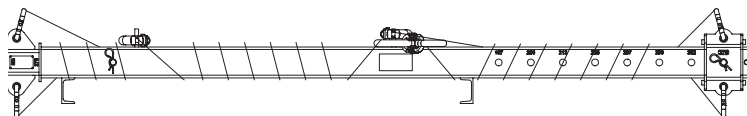

Fig. 22
6. Avvolgere l'imbracatura della gru intorno alla traversa di sollevamento e infilare l'anello di sospensione (4.1) sul perno di fissaggio (1.3). (Fig. 22)
7. Avvolgere l'imbracatura (3) intorno alla traversa di sollevamento e agganciare i ganci ai perni di fissaggio (1.3).